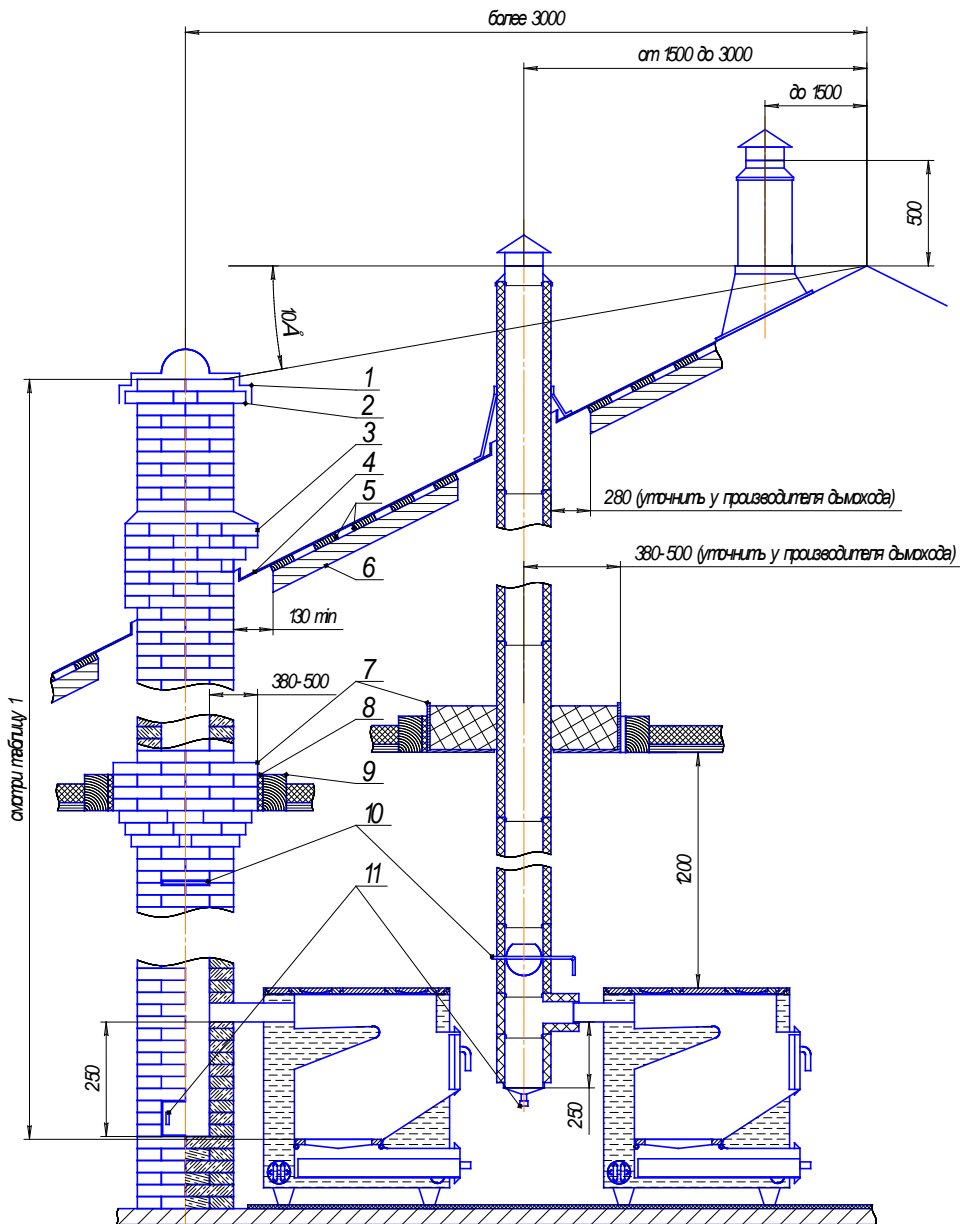

Рисунок 3. Схема дымовой трубы.
5.2.3. Соединение котла с дымовой трубой осуществляется с помощью дымохода (рисунок 3), и при необходимости, стального переходника с толщиной стенки не менее 3 мм. Сечение переходника не должно быть меньше выходного сечения дымохода котла. Переходник должен плотно охватывать наружную поверхность дымохода котла. Переходник должен иметь надёжную термоизоляцию. Соединение дымохода котла с дымовой трубой или переходником должно быть выполнено только разъёмным и герметичным.